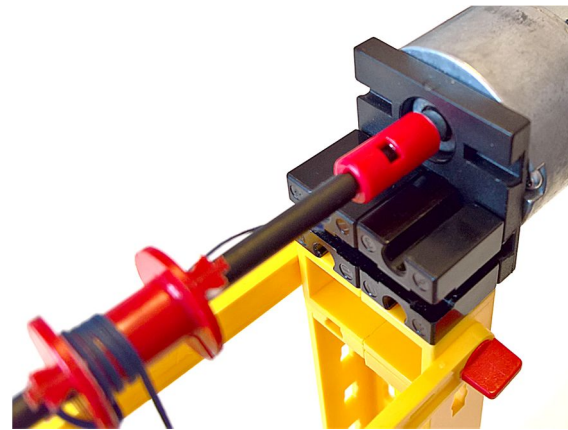

Abb. 4: Vereinfachter Anbau des Motors
5. Den Aufbau beim Motor selbst konnten wir gegenüber dem ersten Versuch sogar vereinfachen: Anstatt BS30 genügen BS15, und der Lagerbaustein direkt beim Motor konnte ganz entfallen – hier genügt der Achsanschluss des Power-Motors vollkommen (Abb. 4).